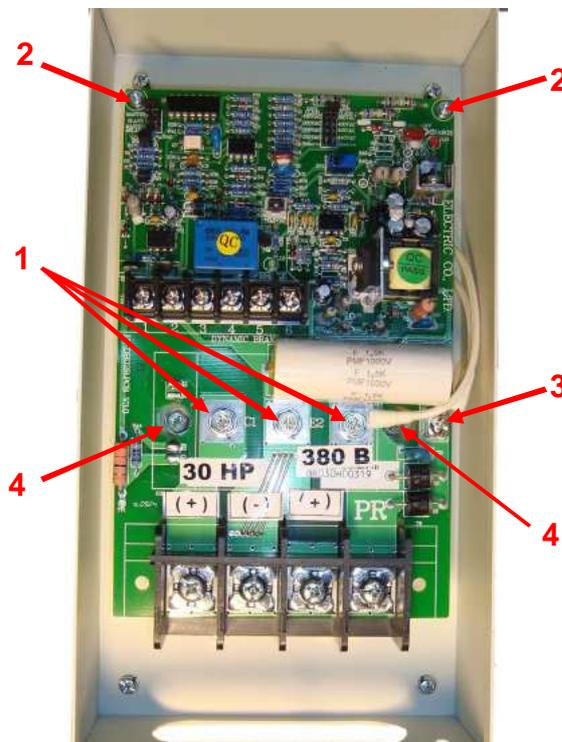

Рис. 5.1.
### 5.2. Демонтаж платы управления (рис. 5.1).
5.2.2. В прерывателе EI-BR-030H выкрутить 2 винта (в прерывателе EI-BR-075H – 4 винта) крепления модуля IGBT (4), рис. 5.1. Положить винты в тару.